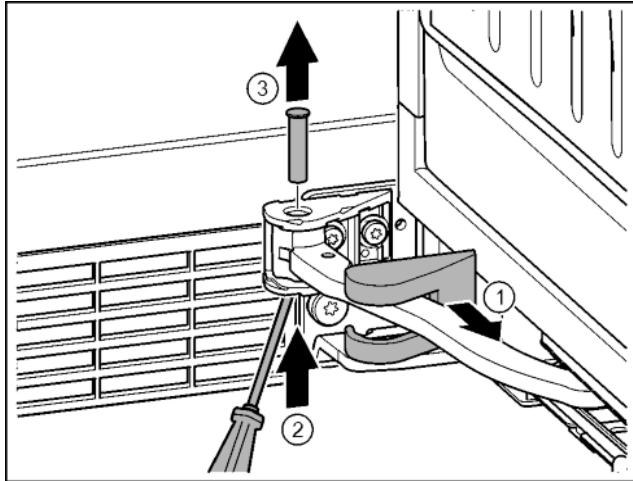

Fig. 17
► Снять крышку опорного кронштейна и переместить вдоль шарнира. Fig. 17 (1)
► Рукой или отверткой приподнять палец снизу. Fig. 17 (2)
► Вставить отвертку под головку пальца и вытащить его. Fig. 17 (3)